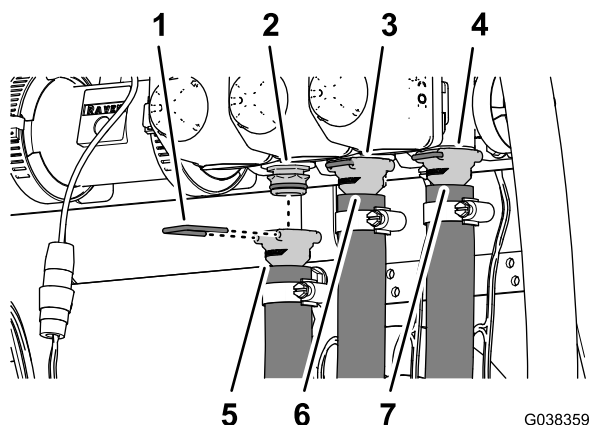

Figura 80
- Montate il raccordo diritto dentellato del flessibile di alimentazione per il flessibile di alimentazione delle barre di sinistra sul raccordo di collegamento rapido nella valvola di sezione delle barre di sinistra (Figura 80).
- Fissate il raccordo diritto dentellato al raccordo di collegamento rapido con il fermo in dotazione con il flessibile (Figura 80).